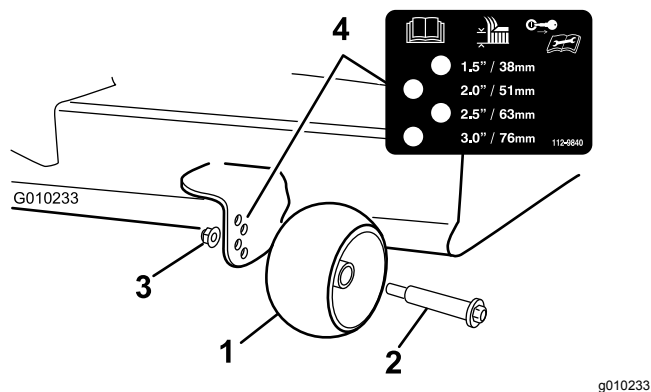

Figura 33
3. Ajuste los rodillos protectores del césped (Figura 33) a la posición de altura de corte más próxima.